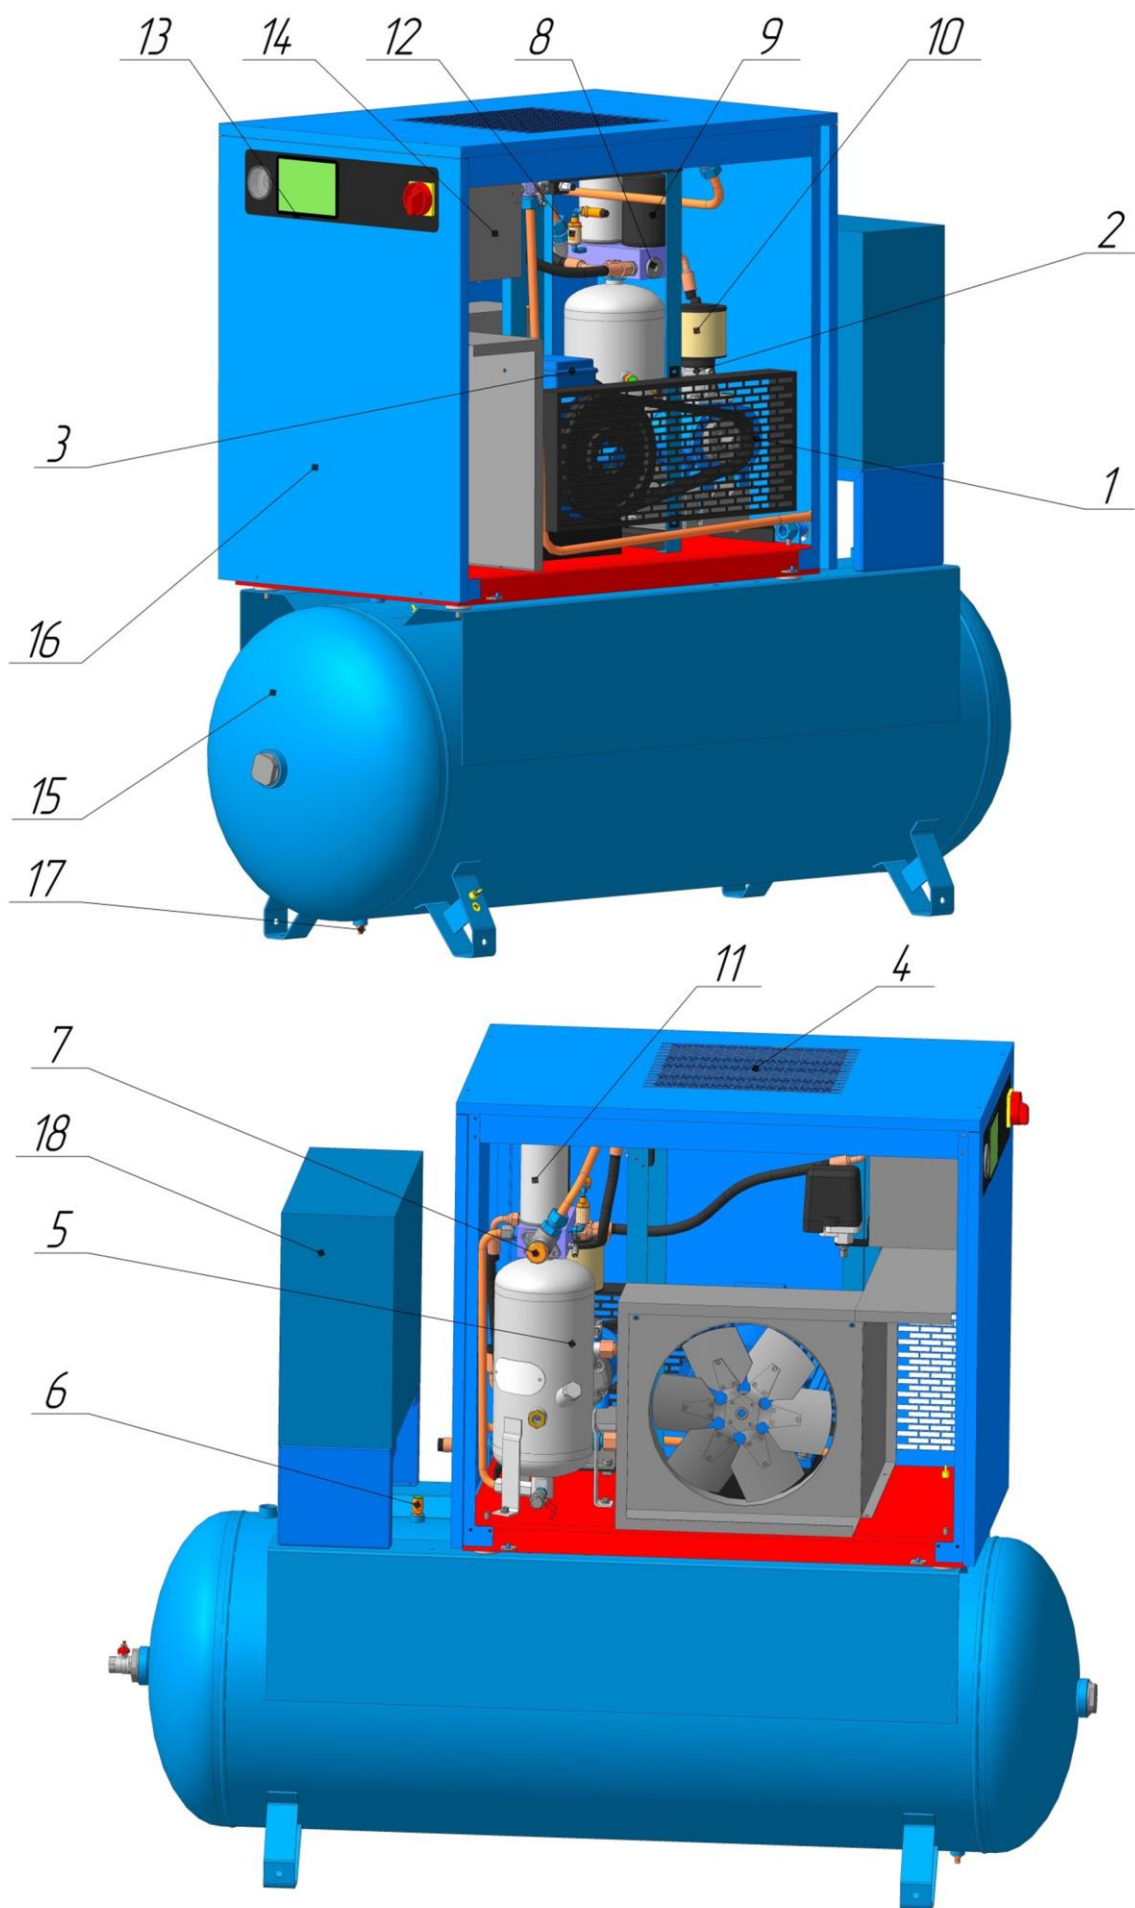

Рисунок 3 – Общий вид компрессорной установки ВК15Т-...-500Д
**18 – Осушитель** (см. рисунок 3) предназначен для отделения влаги, содержащейся в сжатом воздухе.